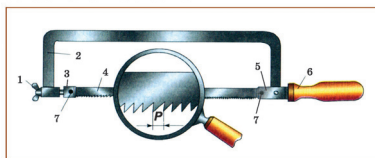

Рис. 1. Ручная слесарная ножовка: 1 – натяжная гайка; 2 – рамка; 3 – подвижная головка; 4 – ножовочное полотно; 5 – неподвижная головка; 6 – ручка; 7 – штифты
Заготовки из сортового проката разрезают слесарной ножовкой (рис. 1). Основными деталями ножовки являются неразъемная рамка (2), ножовочное полотно (4) и ручка (6).